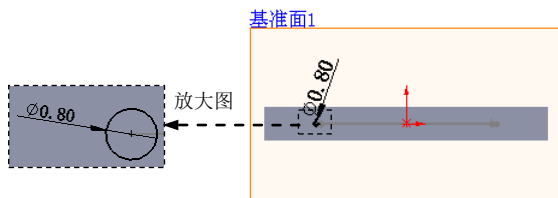
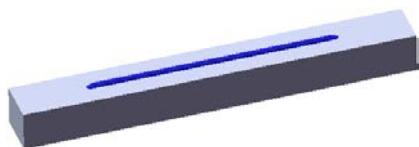

图 15.3.21 草图 2
图 15.3.22 扫描 1
Step5. 创建图 15.3.21 所示的草图 2。
- (1) 选择下拉菜单 **插入(I)** → **草图绘制** 命令。
- (2) 定义草图基准面。选取基准面 1 作为草图基准面。
- (3) 绘制草图。在草图环境中绘制图 15.3.21 所示的草图 2。
- (4) 选择下拉菜单 **插入(I)** → **退出草图** 命令，退出草图设计环境。
Step6. 创建图 15.3.22 所示的扫描 1。
- (1) 选择下拉菜单 **插入(I)** → **凸台/基体(B)** → **扫描(S)...** 命令，系统弹出“扫描”对话框。